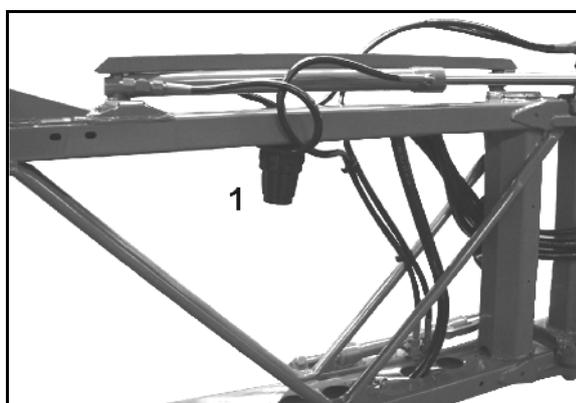

Fig. 202
2. Soltar los tornillos (Fig. 202/1).
3. Retire la tapa de la válvula (Fig. 202/2).
4. Compruebe si está dañada la membrana del émbolo (Fig. 202/4) y en anillo de la cuña (Fig. 202/5).
1. Afloje el tornillo (Fig. 202/3) y retire la membrana del émbolo (Fig. 202/4) junto con la arandela de retención del pistón.